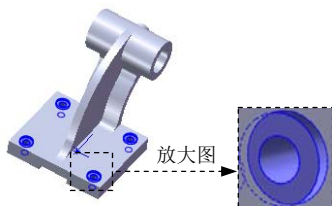
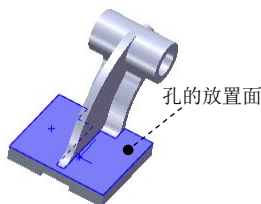
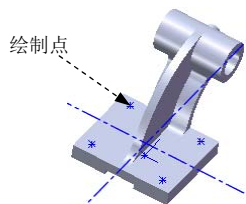

图 3.32.21 异形向导孔 1
图 3.32.22 定义孔的放置面
图 3.32.23 绘制 4 个点
Step12. 创建图 3.32.21 所示的零件特征——异形向导孔 1。选择下拉菜单 **插入(I)** **特征(F)** **孔(H)** **向导(W)...** 命令，系统弹出“孔规格”对话框；在“孔规格”对话框中选择 **位置** 选项卡，然后选取图 3.32.22 所示的模型表面为孔的放置面，选择孔的放置面后，在图形区右击，从系统弹出的快捷菜单中选择 **选择(S)** 选项，然后选取草图中的“点”命令绘制 4 个点（图 3.32.23），并与草图 1 中对应点建立重合约束；在“孔位置”对话框中单击 **类型...** 选项卡，选择孔“类型”为 **柱孔**，标准为 **GB**，